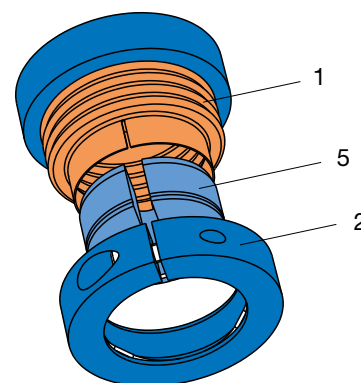

Bild 5
- Beschädigung des Metallbalgs (1) vor und bei der Montage unbedingt vermeiden.
- Klemmring (2) mit Haltefeder (3) muss in Reduzierbuchse (5) beziehungsweise Reduzierbuchse mit kegelförmiger Bohrung (6) eingerastet sein.
- Damit die in Tabelle 1 auf Seite 5 angegebenen Drehmomente sicher übertragen werden, müssen die Schlitze von Metallbalg (1), Klemmring (2) und Reduzierbuchse (5) aufeinander ausgerichtet werden (siehe Bild 5).
2. Schieben Sie die komplette Kupplung über die gesamte Länge der Reduzierbuchse (5) auf eine Welle.
3. Achten Sie darauf, dass der Metallbalg (1) bis auf Anschlag zwischen Klemmring (2) und Reduzierbuchse (5) eingeschoben ist und die Schlitze von Metallbalg (1), Klemmring (2) und Reduzierbuchse (5) aufeinander ausgerichtet sind (siehe Bild 5).
4. Ziehen Sie die Zylinderschraube (4) an. Das Schraubenanzugsmoment (siehe Technische Daten, Seite 4) muss unbedingt eingehalten werden.
5. Schieben Sie die zweite Welle über die gesamte Länge der Reduzierbuchse (5) in die Kupplung.
6. Kontrollieren Sie, ob der Metallbalg (1) bis auf Anschlag zwischen Klemmring (2) und Reduzierbuchse (5) eingeschoben ist und die Schlitze von Metallbalg (1), Klemmring (2) und Reduzierbuchse (5) aufeinander ausgerichtet sind (siehe Bild 5).
7. Ziehen Sie die Zylinderschraube (4) an. Das Schraubenanzugsmoment (siehe Technische Daten, Seite 4) muss unbedingt eingehalten werden.
1. Ziehen Sie den Klemmring (2) mit der vorstehenden Reduzierbuchse mit kegelförmiger Bohrung (6) von der Kupplung ab.
3. Schieben Sie die Reduzierbuchse mit kegelförmiger Bohrung (6) auf die konische Welle.
4. Fixieren Sie die Reduzierbuchse mit kegelförmiger Bohrung (6) mittels Mutter bzw. Schraube mit Pressdeckel.
5. Schieben Sie den Rest der Kupplung mit der offenen Metallbalgseite bis auf Anschlag zwischen den Klemmring (2) und die Reduzierbuchse mit kegelförmiger Bohrung (6).
6. Ziehen Sie die Zylinderschraube (4) an. Das Schraubenanzugsmoment (siehe Technische Daten, Seite 4) muss unbedingt eingehalten werden.
7. Schieben Sie die zweite Welle über die gesamte Länge der Reduzierbuchse (5) in die Kupplung.
8. Kontrollieren Sie, ob der Metallbalg (1) bis auf Anschlag zwischen Klemmring (2) und Reduzierbuchse (5) eingeschoben ist und die Schlitze von Metallbalg (1), Klemmring (2) und Reduzierbuchse (5) aufeinander ausgerichtet sind (siehe Bild 5).
9. Ziehen Sie die Zylinderschraube (4) an. Das Schraubenanzugsmoment (siehe Technische Daten, Seite 4) muss unbedingt eingehalten werden.